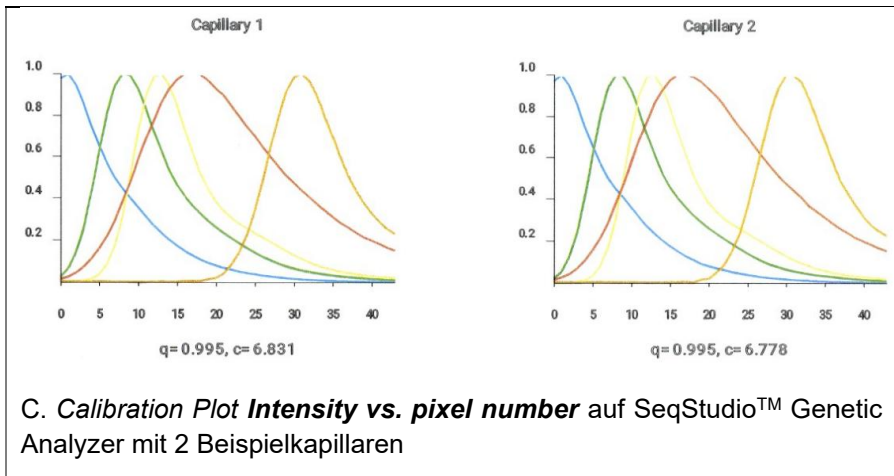

Abbildung 1 Visualisierung der Kalibrierungsdaten auf verschiedenen Genetic Analyzern
Beide Werte sind im **Kalibrierungsbericht (Calibration report)** zu finden (zu sehen in Abbildung 1 für den 3500 Genetic Analyzer (B) und SeqStudio™ Genetic Analyzer (C))